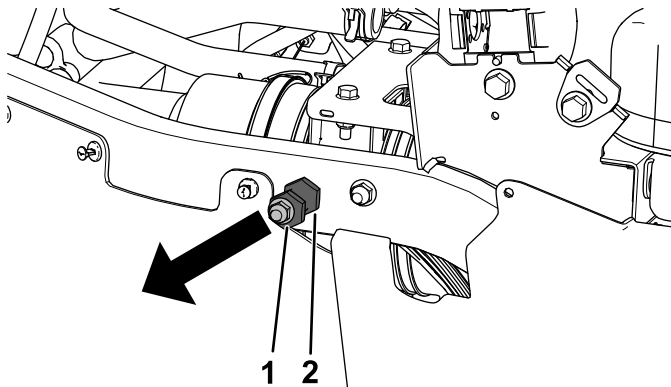

Figura 11
4. Retire la contratuerca ($\frac{3}{8}$ ") y el tope de enganche de los tubos del bastidor trasero izquierdo y derecho (Figura 11).